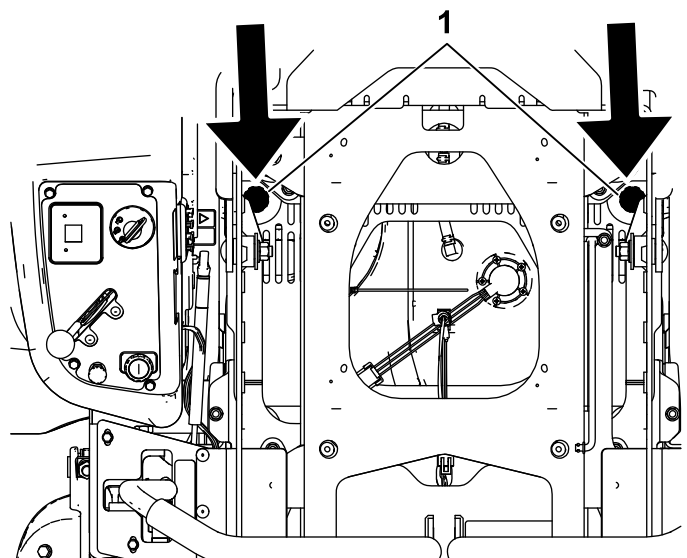

Figure 83
6. Soulevez le siège et nettoyez la surface autour de chaque jauge et unité hydraulique (Figure 83).